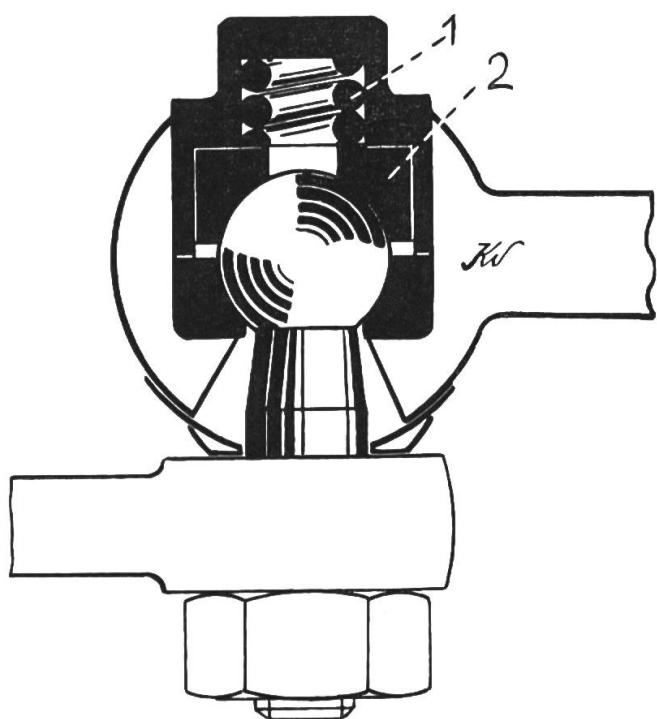

Fig. 12
**Explications: (Fig. 12 et 13)**
Fig. 12 et 13.
Les diverses tiges (bielles) et les leviers constituant la direction sont reliés par des joints à rotules spéciaux. Les fig. 12 et 13 représentent deux exécutions très fréquentes aujourd'hui. L'un des coussinets sphériques est mobile et subit l'action d'un ressort. De cette manière, on évite le jeu fastidieux dans la liaison des organes de direction. En même temps, les chocs peuvent être amortis jusqu'à une certaine mesure. On a également utilisé des joints non graissés avec interposition de caoutchouc (bloc silencieux). Mais dans la suite, on y a renoncé, du moins en partie.